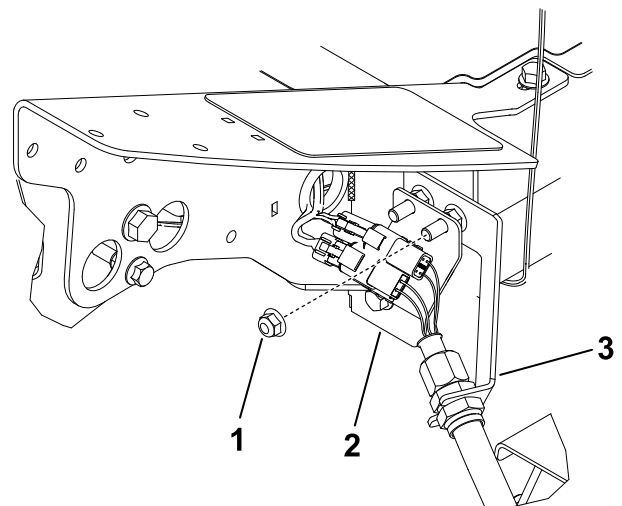

図 26
1. フレームの左前コーナー 4 番カッティングユニットの位置の、バルクヘッドブラケットをマシンに固定しているボルトについている余分のフランジナットを取り外す 図 26。
3. バルクヘッド取り付けボルトにコネクタプレートを通す。コネクタは 図 26 に示すように通す。